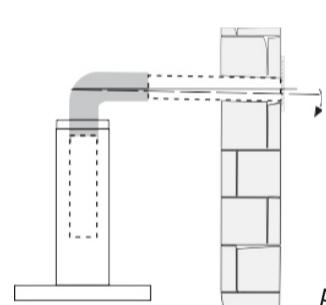

рис. 1A
- 1.5 При выводе воздуховода на улицу (через отверстие в стене) должен быть уклон воздуховода, как на рис. 1A.